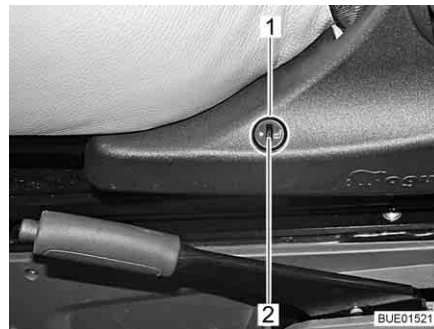

Fig. 28 Interrupteur du chauffage de siège
- Appuyer sur la partie inférieure de l'interrupteur (Fig. 28,1) disposé du côté gauche de la console de siège.
- Pour réduire la puissance du chauffage, tourner la molette (Fig. 28,2) dans le sens "0".
- Pour augmenter la puissance du chauffage, tourner la molette (Fig. 28,2) dans le sens "5".
- Appuyer sur la partie supérieure de l'interrupteur (Fig. 28,1) disposé du côté gauche de la console de siège.